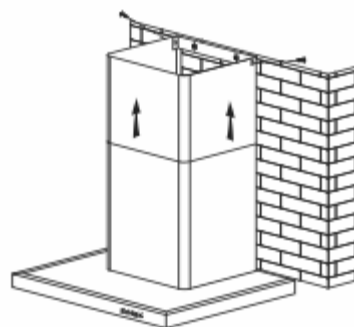

fig. 8
- Soulevez la cheminée supérieure jusqu'au plafond et fixez la à l'étrier à l'aide des vis. (fig.8).
- Soulevez la cheminée supérieure jusqu'au plafond et la fixer à l'étrier à l'aide des 2 vis (fig.8).